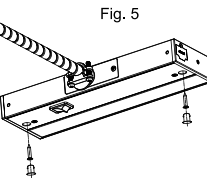

Fig. 5
4. A) Secure fixture to mounting surface using flat head wood screws (supplied). Be careful not to drive screws all the way through the cabinet bottom. Use shorter screws if necessary. Once the fixture is secure to surface insert the screws (Fig.5).
4. A) Fixez le luminaire à la surface du montage à l'aide de vis à bois à tête plate (fournies). Veillez à ne pas enfoncer les vis à travers le bas de l'armoire. Utilisez des vis plus courtes si nécessaire (fournies par d'autres). Une fois que le support est bien fixé à la surface, insérez les caches des trous de vis (Fig.5).